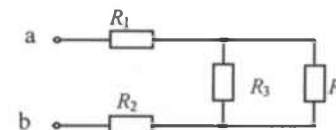

Рис. 4
**Задача № 2.** Найти эквивалентное сопротивление между зажимами, а и б для следующей цепи (см. рис. 4). Дано  $R_1=15$  Ом,  $R_2=20$  Ом,  $R_3=30$  Ом,  $R_4=60$  Ом.